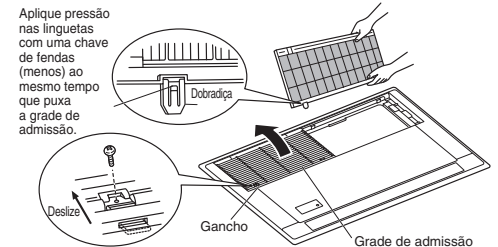

Fig. 7-1
- Retire os 2 parafusos que apertam cada uma das 2 grades em posição. (Fig. 7-1)
- Deslize os ganchos da grade de admissão (2 pontos) na direcção da seta para abrir a grade de admissão. (Fig. 7-1)
- Depois de abrir a grade de admissão, utilize uma chave de fendas (menos) para exercer pressão nas linguetas das dobradiças traseiras (2 pontos) e, em seguida, retire a grade. (Fig. 7-1)